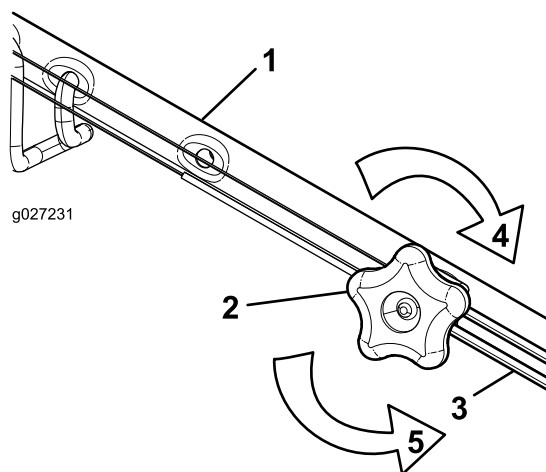

Рисунок 25
- Поверните ручку регулировки против часовой стрелки, чтобы ослабить затяжку троса (Рисунок 25).
- Отрегулируйте натяжение троса (Рисунок 25), потянув его назад или вперед, затем удерживайте в этом положении.